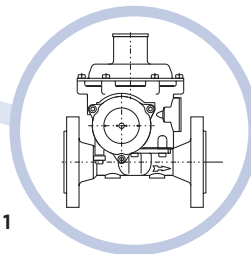

Fig. 1
- flange inlet/outlet (Fig. 1)